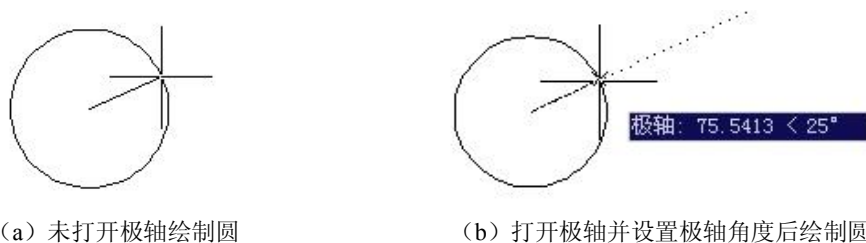

图 2-20 极轴的使用
(3) 极轴。用于显示绘制和编辑图形过程中的极坐标, 如图 2-20 所示。